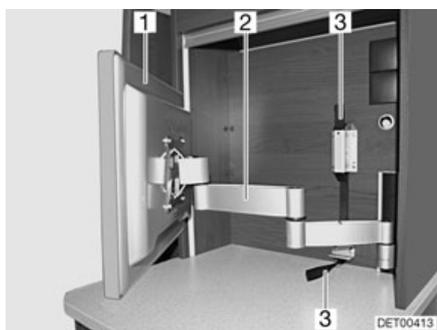

Fig. 91 Pantalla plana con brazo articulado
- Tirar de la cinta textil (Fig. 91,3) para desbloquear el brazo articulado (Fig. 91,2).
- Girar la pantalla plana (Fig. 91,1) a la posición deseada.